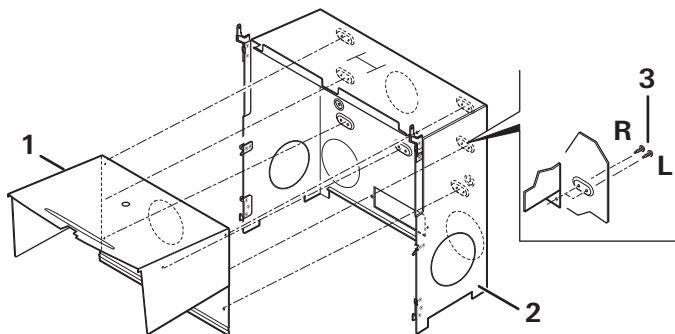

Figura 12
- **S 5004:** Fissare la parte interna della nicchia di montaggio (Figura 12-1) con 7 viti per lamiera 3,5 x 9,5 mm (Figura 12-3) sulla parte esterna della nicchia di montaggio (Figura 12-2). Tenere conto del montaggio a destra (Figura 12-R) o a sinistra (Figura 12-L) del riscaldamento S.